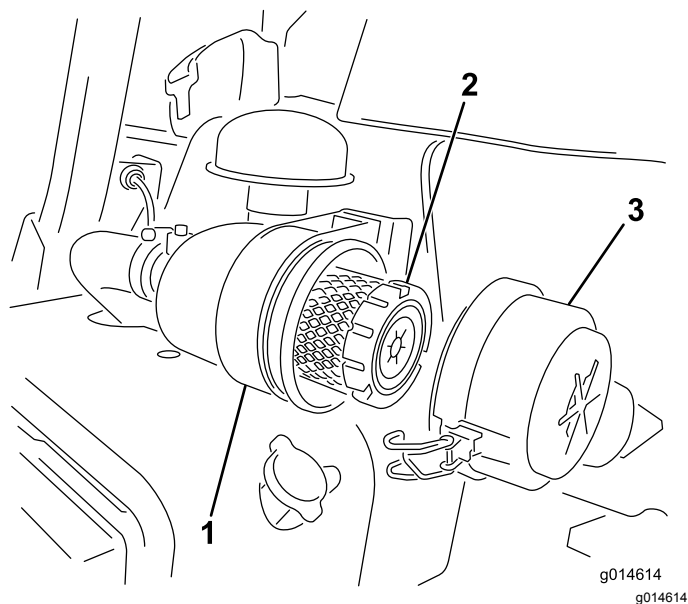

Figure 45
1. Desserrez les fixations qui maintiennent le couvercle sur le boîtier du filtre à air (Figure 45).
6. Fermez les verrous (Figure 45).